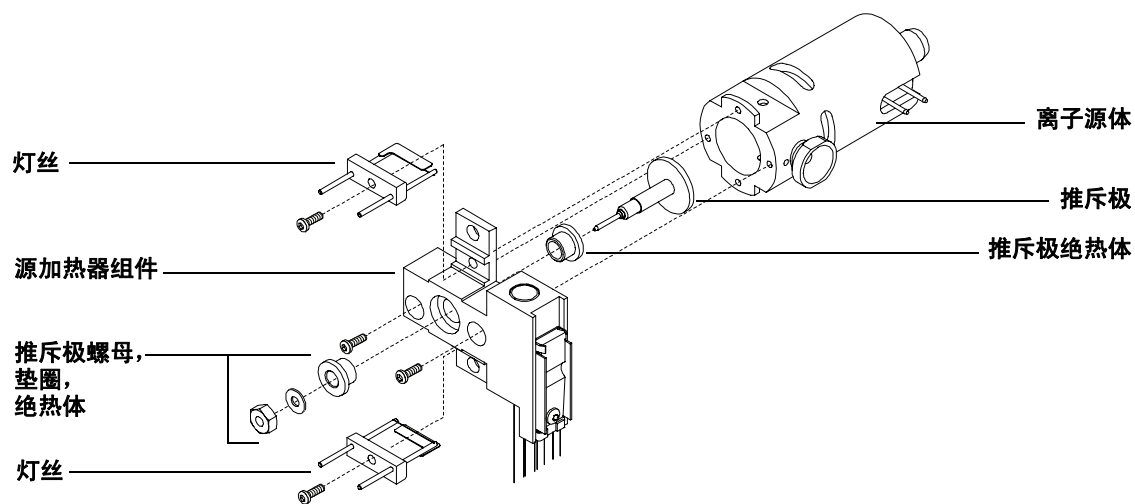

图 40 更换加热器和传感器
- 5 取下推斥极组件（图 40）。推斥极组件包括源加热器组件、推斥极和相关部件。
- 2 重新安装推斥极、推斥极绝热体、垫圈和推斥极螺母（图 40）。得到的组件叫做推斥极组件。